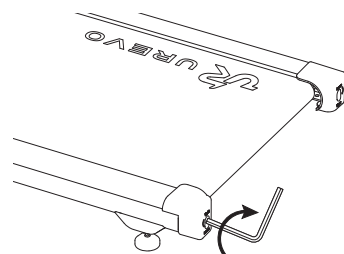

Figura 1
- Se il nastro per camminare si è spostato verso sinistra, utilizzare la chiave a brugola per ruotare le viti del rullo tenditore sinistro in senso orario di 1/4 di giro (vedi figura 1).